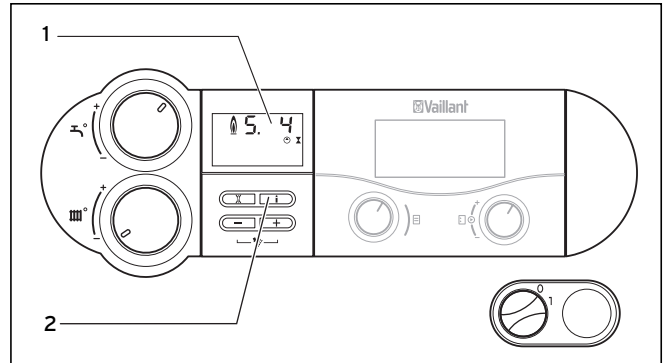

Abb. 6.11 Statusanzeigen
- Aktivieren Sie die Statusanzeigen durch Betätigen der Taste „i“ (2) (Abb. 6.11).
Im Display (1) (Abb. 6.11) erfolgt nun die Anzeige des jeweiligen Statuscodes, z. B. „S. 4“ für Brennerbetrieb. Die Bedeutung der wichtigsten Statuscodes können Sie aus der Tabelle 6.1 entnehmen.
- Schalten Sie das Display durch nochmaliges Drücken der Taste „i“ (2) (Abb. 6.11) wieder in den Normalmodus zurück.